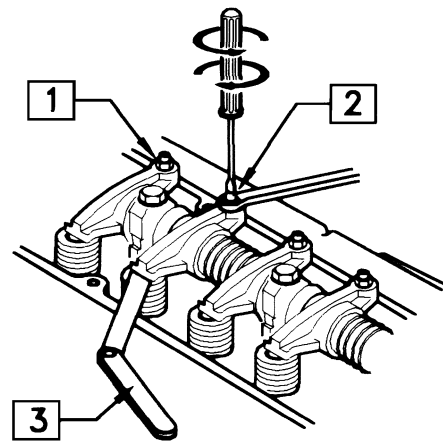

Fig. 7.2
(3) Kontrollera ventilspelet (fig. 7.2)
Demontera ventilkåpan. Lossa låsmuttern (1), vrid justerskruven (2) samtidigt som ventilspelet kontrolleras med ett bladmått (3). (fig 7.2).